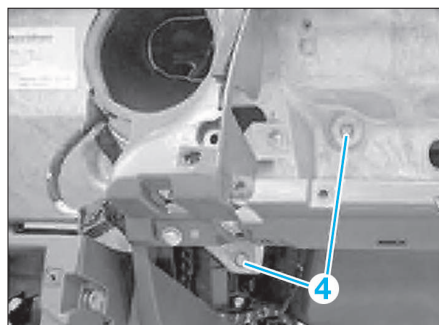

FIG. 14
- Déposer les deux vis centrales de fixation (4) (Fig.14).